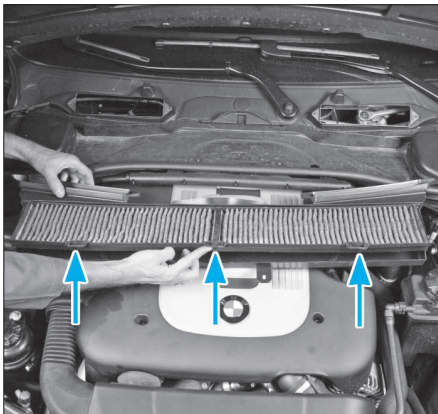

FIG. 3
- Déposer la partie supérieure du boîtier de filtre à air d'habitacle (3).
- Défaire les crantages (flèches) (Fig.3) et déposer le filtre.